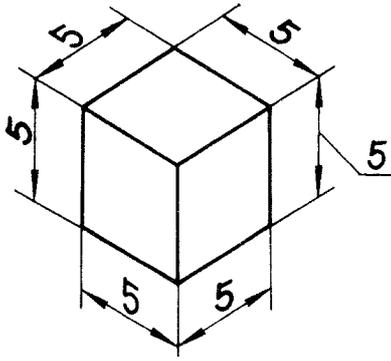

图 15
3.1 轴测图的线性尺寸,一般应沿轴测轴方向标注。尺寸数值为零件的基本尺寸。尺寸数字应按相应的轴测图形标注在尺寸线的上方。尺寸线必须和所标注的线段平行,尺寸界线一般应平行于某一轴测轴。当在图形中出现字头向下时应引出标注,将数字按水平位置注写(图 15~17)。